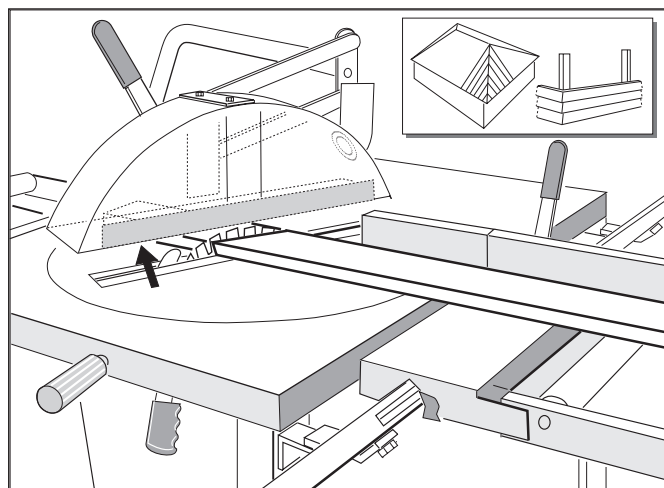

Fig. 8
- Legg arbeidsstykket mot anholdet og kapp ved å heve sagbladet. *Se fig. 8.*